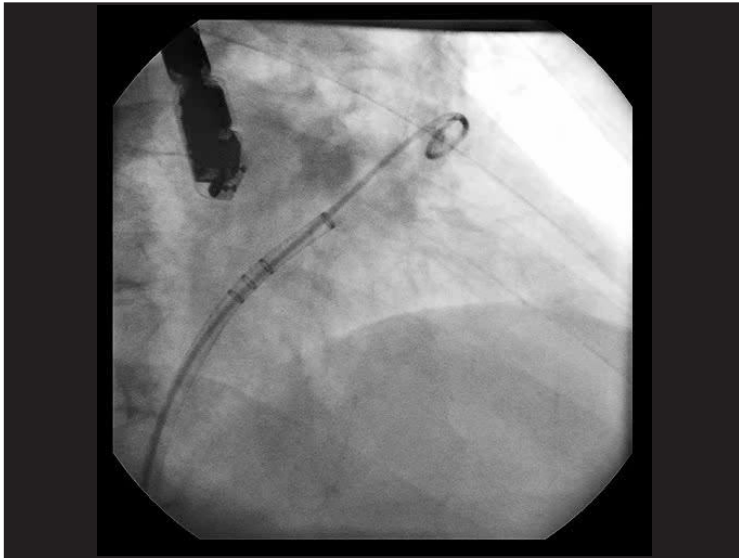
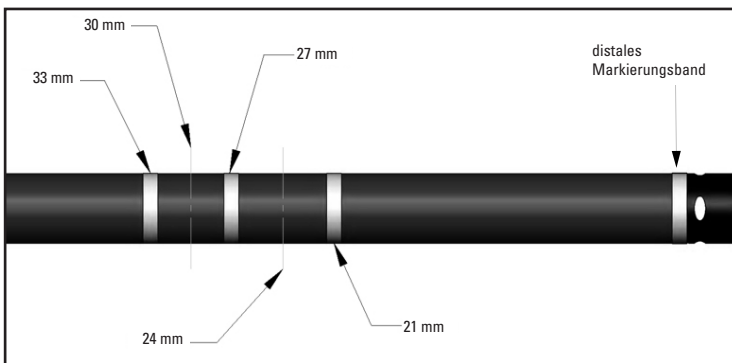

Abbildung 3. WATCHMAN™ Zugangsschleuse und Pigtail-Katheter
Abbildung 4. WATCHMAN Zugangsschleusen-Markierungsbänder
- Den Pigtail-Katheter unter Röntgenkontrolle durch die Zugangsschleuse in den distalen LAA vorschieben (Abbildung 3). Die Zugangsschleuse vorsichtig über den Pigtail-Katheter vorschieben, bis das Zugangsschleusen-Markierungsband, das der Vorrichtungsgröße entspricht (siehe Abbildung 4), am oder unmittelbar distal zum LAA-Ostium positioniert ist. Den Pigtail-Katheter langsam entfernen.